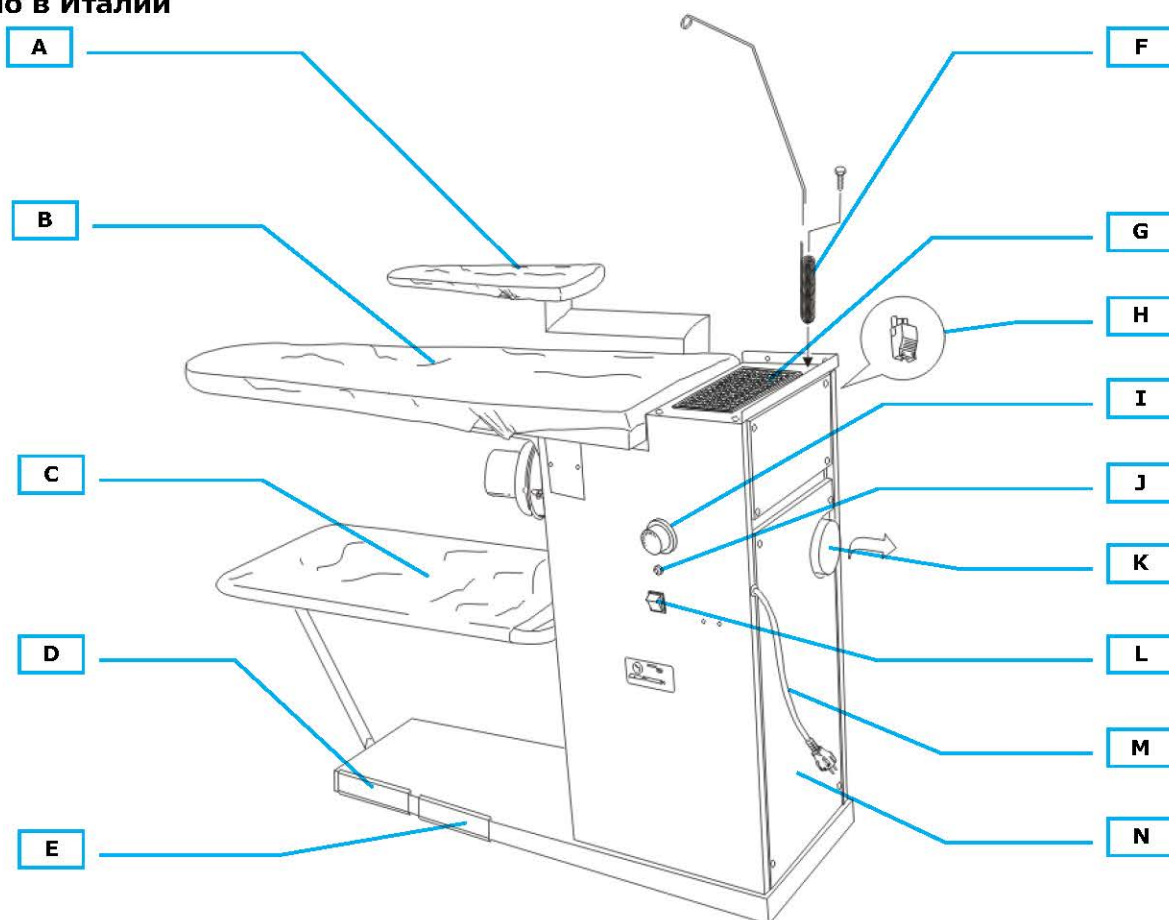

Рис. 1
4. Для моделей с опцией, вставьте гладильный рукав (рис. 1-A) и зафиксируйте его, прикрутив фиксирующие ручки. Вставьте розетку рукава в соответствующий разъём (рис. 1-H).
1. Включите главный выключатель (рис. 1-L), отрегулируйте ручку термостата на 80/90 ° C (рис. 1-I): когда сигнальная лампочка погаснет (рис. 1-J), стол готов к использованию для глажения.